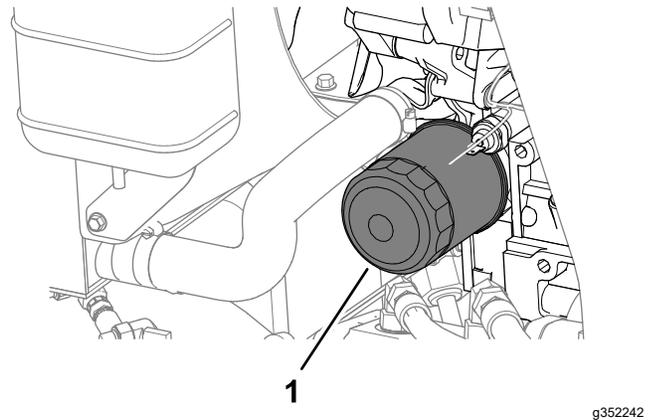

Figura 74
4. Retire el filtro de aceite (Figura 74).